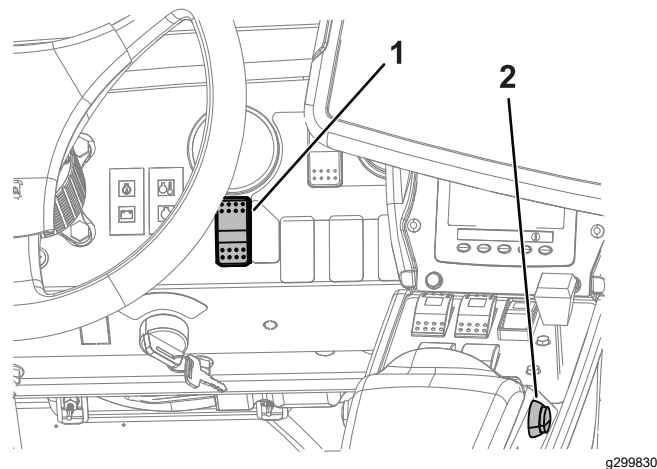
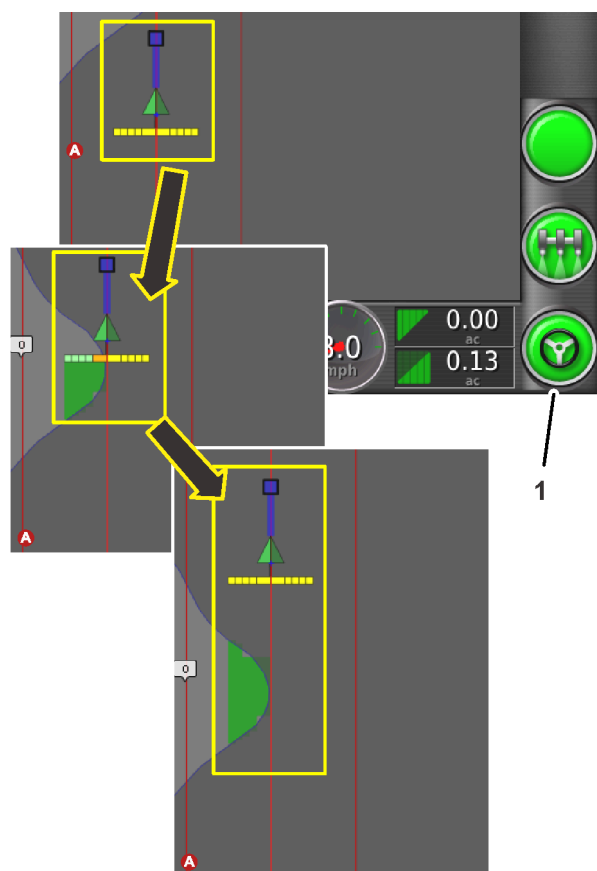

図 20
図 22
6. コントロールコンソール (図 22) の右下隅にあるAutosteerアイコンを押すか、マシン (図 20) の接続/切断スイッチを押します。